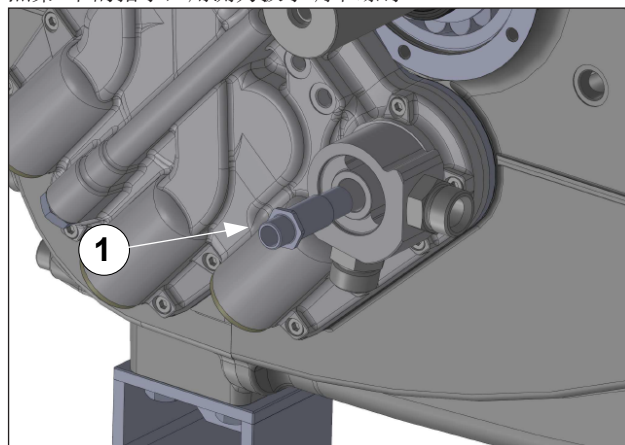

图 130
安装空气-油交换器适配器组件（位置①，图 130），并按照第3节的指示，用测力扳手调节螺钉。